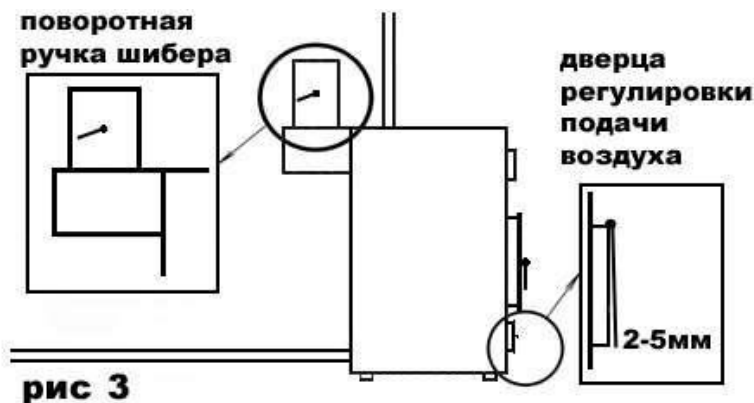

Рис. 3
9. – после того как воздух в отапливаемом помещении нагреется, прикройте дверцу регулировки подачи воздуха, оставив воздушный зазор примерно – 3-5мм (рис. 3), закройте на половину заслонку в дымоотводящем патрубке (если шибер штормный – то выдвинуть его до риски на шторке). Таким образом, будет обеспечена правильная работа котла и соответственно максимально эффективный, экономичный, комфортный режим работы, не требующий дополнительной регулировки, до тех пор, пока в топке не останется топлива менее десятой части от полной загрузки,
12. - если вы доложите больше топлива, чем находится в топке, более чем в три раза, то необходимо приоткрыть дверцу регулировки подачи воздуха под 30-45° относительно вертикали (рис 1), буквально на 5-10 минут, пока не займется дымом, не начнет тлеть вновь заложенное топливо (чем влажнее топливо - тем дольше), после чего необходимо вернуть дверцу регулировки подачи воздуха в положение 3-5мм зазора (рис. 3),